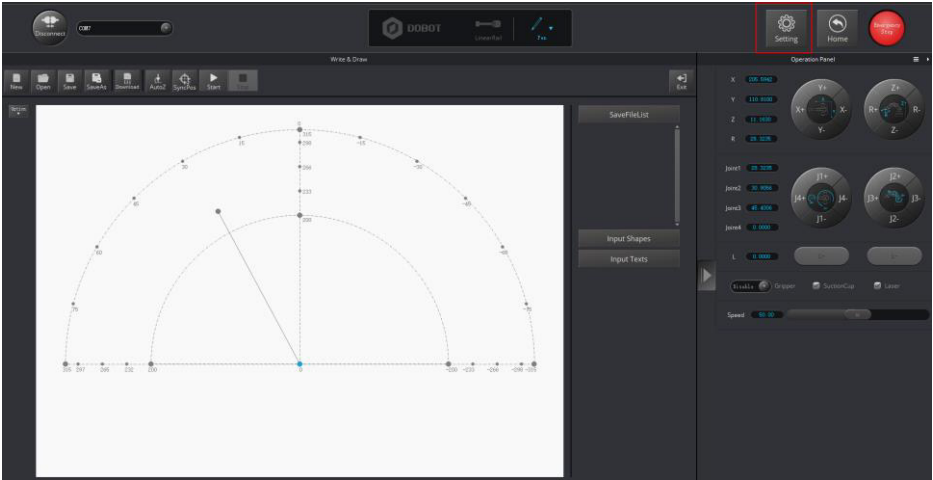

Figura 90: Clique em Setting
- 3.1. Clique em **Setting** na página **Write & Draw**, como mostrado na Figura 90.